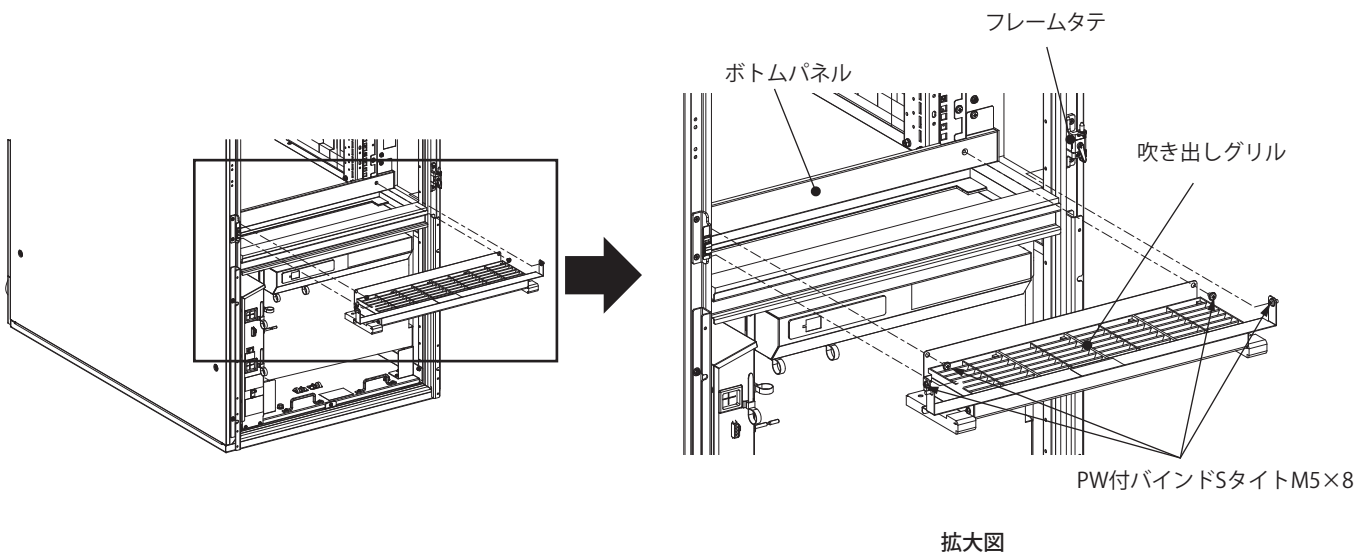

図23
- ③吹き出しグリルをボトムパネルおよびフレームタテにPW付バインドSタイトねじM5×8(4か所)で取り付けてください(図23)。